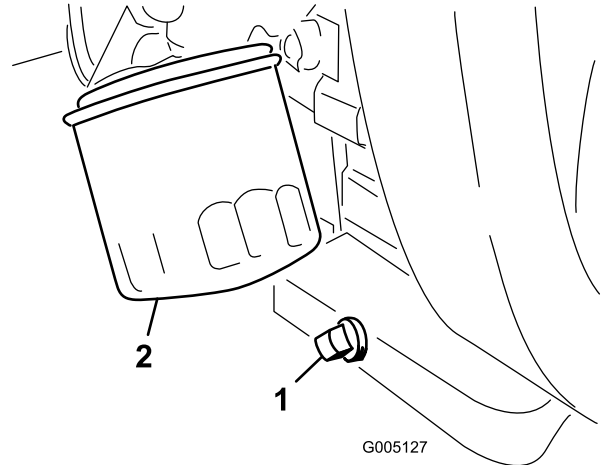

图44
1. 拆下排油塞（图44），让油流入放油盘。油不再流时，安装排油塞。
2. 拆下机油滤芯（图44）。在新的滤芯垫片上涂上薄薄一层干净油。